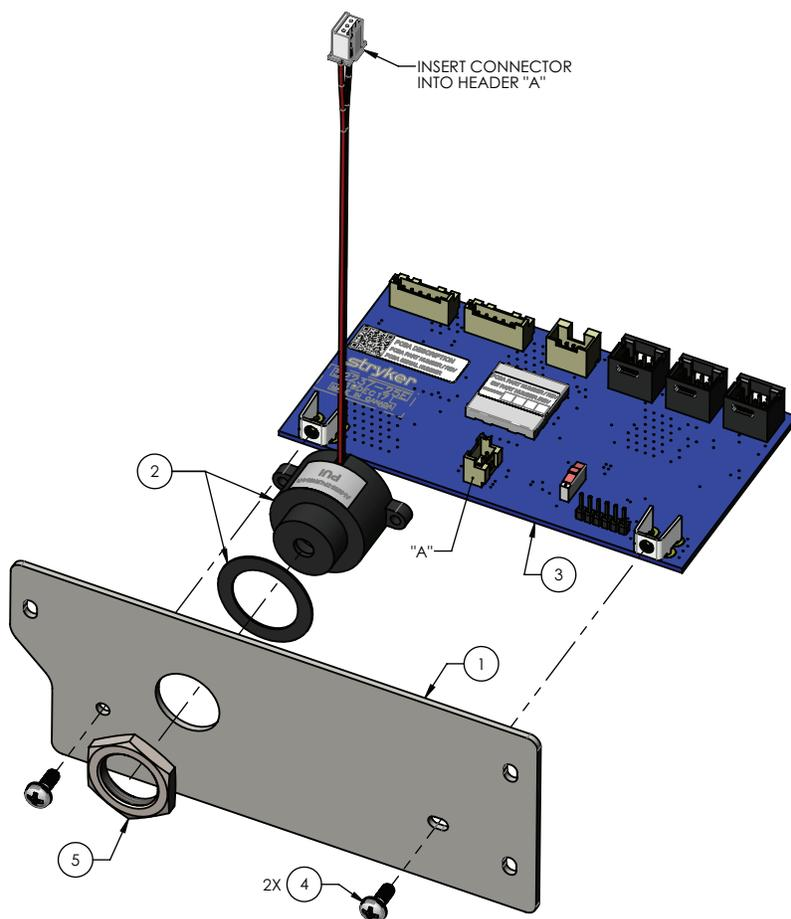

Figure 24 – Remplacement de l'AVB
8. À l'aide d'un tournevis cruciforme n° 2, retirer et conserver la vis (4) et l'écrou (5) qui fixent le haut-parleur (2) à l'ensemble AVB. Retirer et conserver le haut-parleur (Figure 24).